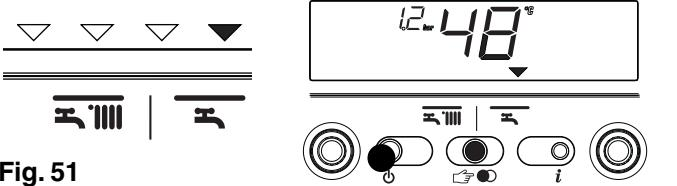

Fig. 51
**Função VERÃO (só com um boiler externo conectado, fig. 51)**